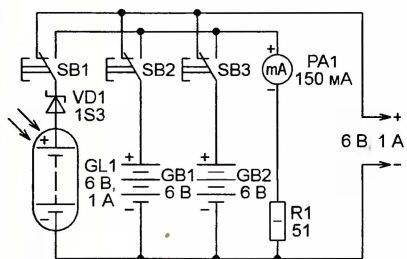

Рис. 2
**Источник питания на солнечной батарее** может быть собран по схеме, изображённой на рис. 2 <<http://www.geocities.jp/ii2duck/personal/res/s074904.jpg>>. Аккумуляторные батареи GB1 и GB2 подзаряжаются от солнечной батареи GL1. Диод VD1 не допускает их разрядки через солнечную батарею, когда её напряжение ниже номинального в результате недостаточного освещения. Нажимая на кнопки SB1—SB3, контролируют напряжение батарей, подключая к ним через балластный резистор R1 мил-